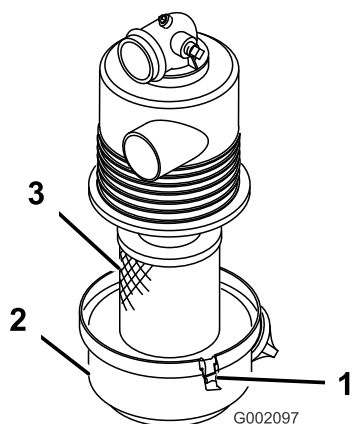

Bild 26
3. Setzen Sie den Luftfiltereinsatz in das Luftfiltergehäuse ein (Bild 26).
4. Richten Sie die Luftfilterabdeckung am Luftfiltergehäuse aus und befestigen Sie die Abdeckung mit den Riegeln am Gehäuse (Bild 26).